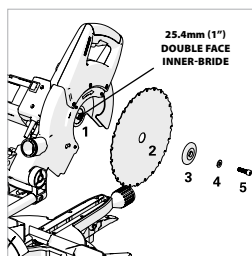

Fig. 40d
- Installez la nouvelle lame (**Fig. 40d**). Assurez-vous que la rotation la flèche sur la lame correspond à la flèche de rotation dans le sens horaire sur la protection supérieure.